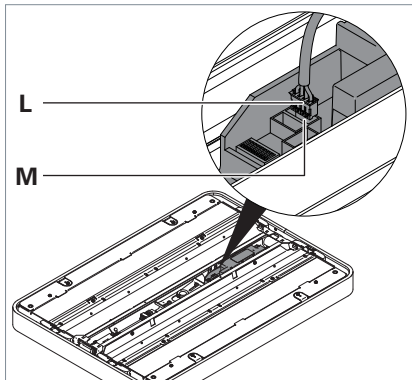

Fig. 10: Leuchtenkopf anschließen, Teil 1.
- Verbinden Sie den Stecker **L** mit der Buchse **M** „Tastm.“ am Leuchtenkopf, siehe Fig. 10.